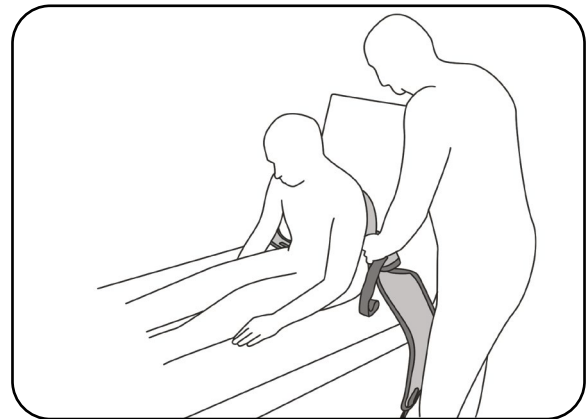

Abb. 8.3.01 - Liftergurt hinter dem Rücken des Patienten positioniert
5. Schieben Sie den Liftergurt mit seinem Rückenteil hinter den Rücken des Patienten (Abb. 8.3.01). Achten Sie darauf, dass die Oberkante des Liftergurtes auf Höhe des Achselbereiches ist und dass die Beinstützen jeweils rechts und links von den Beinen des Patienten liegen und nicht verdreht sind.